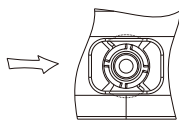

Fig.2
1. Tournez la sortie de 90° dans le sens des aiguilles d'une montre jusqu'à la position indiquée sur la figure 2 ;